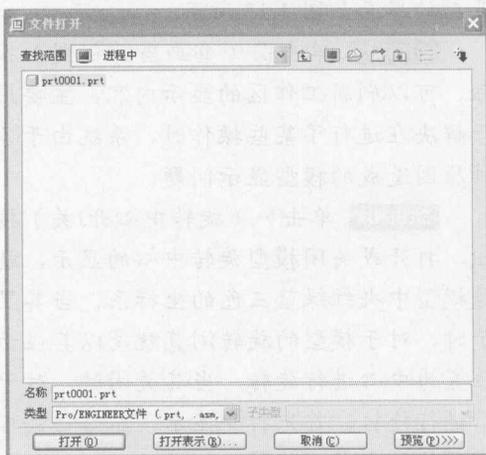

图 1.9 打开【进程中】的文件
STEP 06 在【文件打开】对话框中单击  (进程中) 按钮, 即可浏览【进程中】的文件, 此时 prt0001 就显示在对话框中等待用户调用, 如图 1.9 所示。